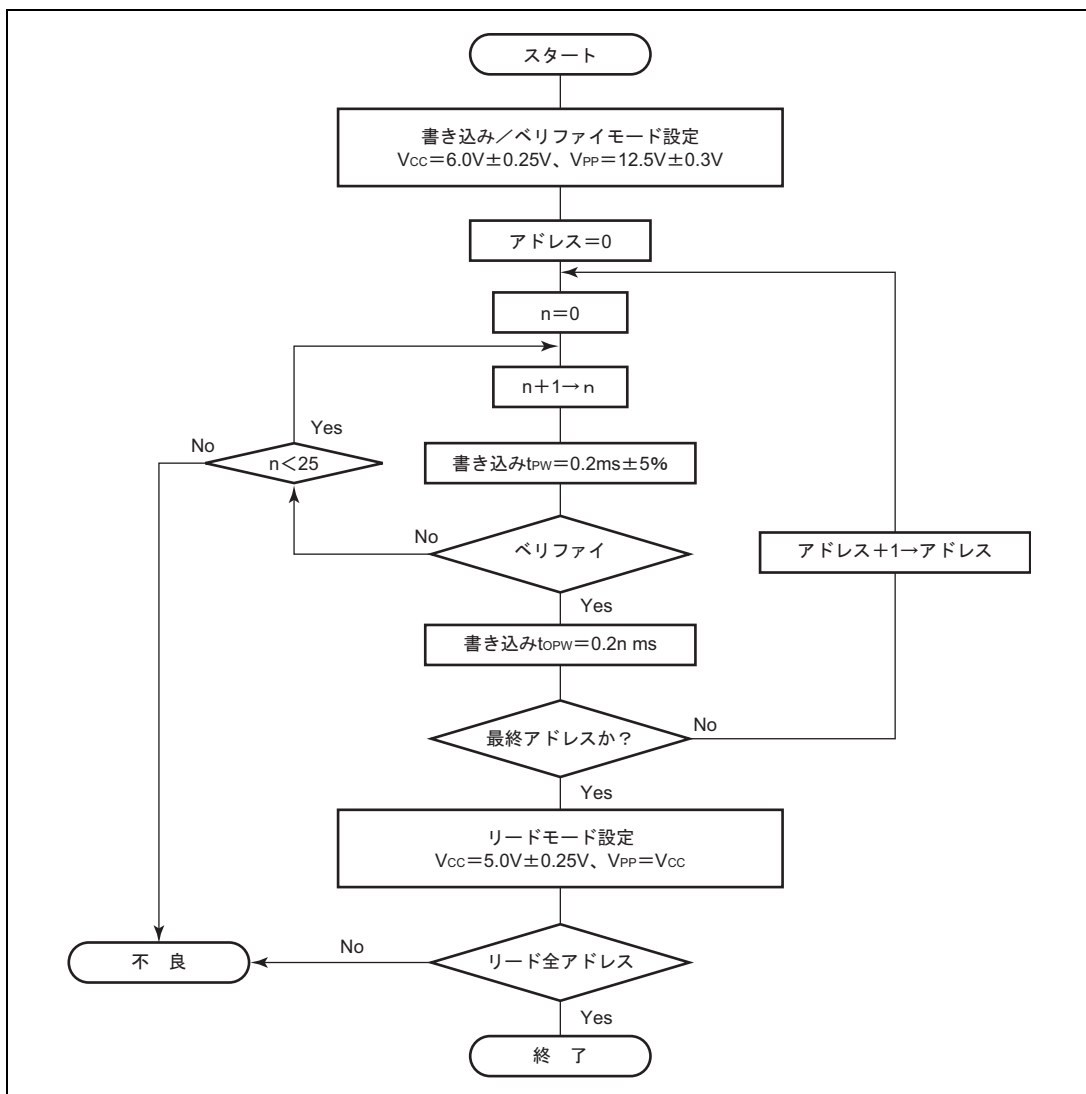

図 6.4 高速高信頼度プログラミングフローチャート
高速高信頼度プログラミングの基本的なフローを図 6.4 に示します。
*3 t_{OPW} は図 6.4 高速高信頼度プログラミングフローチャートに記載した値で定義されます。